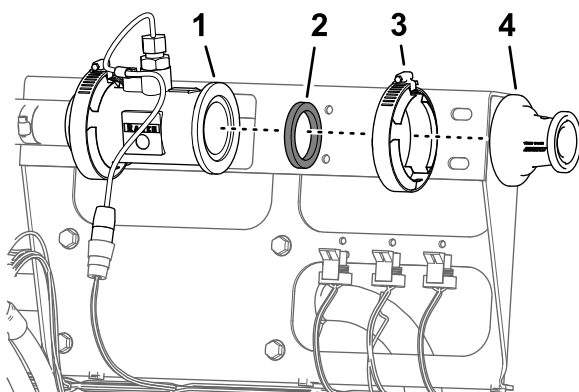

Figura 69
6. Rimuovete il morsetto flangiato da 51 mm (2") e la guarnizione da 38 mm (1½") che fissano la flangia del riduttore alla flangia del flussometro (Figura 69).